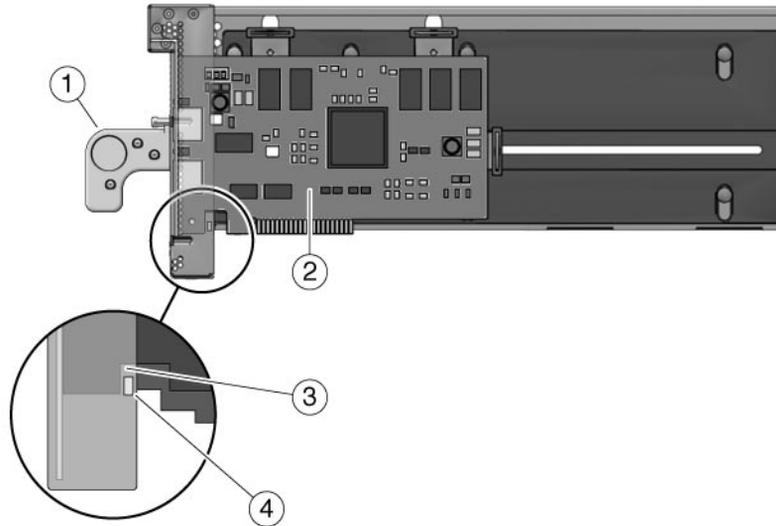

FIGURE 3-5 Encoche de la carte sur la barre de positionnement
- b. Placez l'encoche (élément 3 au bas de la FIGURE 3-5) sur la face avant de la carte sur la barre de positionnement (élément 4 dans FIGURE 3-5). La barre de positionnement se trouve dans l'angle inférieur gauche de la paroi du chariot.